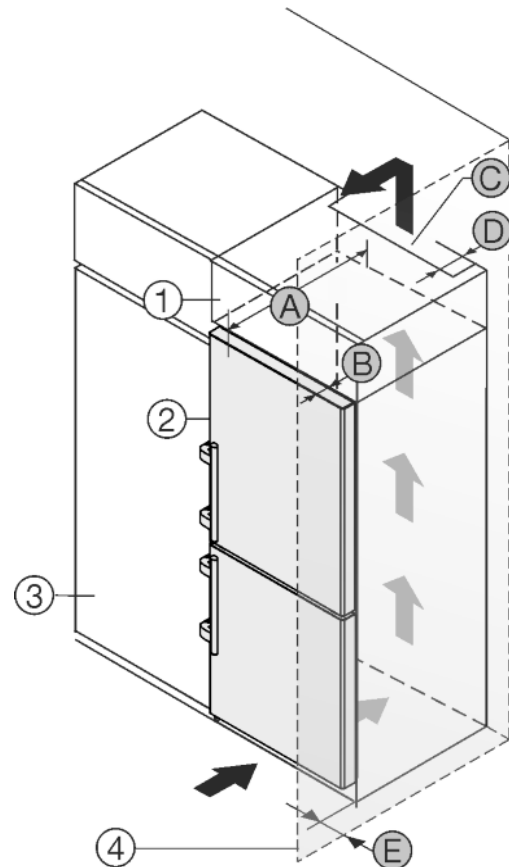

Fig. 13
Das Gerät kann mit Küchenschränken umbaut werden. Um das Gerät Fig. 13 (2) der Küchenzeilenhöhe anzugleichen, kann über dem Gerät ein Aufsatzschrank Fig. 13 (1) angebracht werden.
Das Gerät kann direkt neben dem Küchenschrank Fig. 13 (3) aufgestellt werden. Um die Türen vollständig öffnen zu können, muss das Gerät um die Tiefe Fig. 13 (B) gegenüber der Küchenschrankfront vorstehen. Abhängig von der Tiefe der Küchenschränke und Verwendung von Wandabstandshaltern kann das Gerät weiter herausragen.
- An der Rückseite des Aufsatzschrankes muss ein Abluftschacht mit der Tiefe Fig. 13 (D) über die gesamte Aufsatzschrankbreite vorhanden sein.
- Unter der Raumdecke muss der Entlüftungsquerschnitt Fig. 13 (C) eingehalten werden.
Wenn das Gerät mit den Scharnieren neben einer Wand Fig. 13 (4) aufgestellt wird, muss der Abstand Fig. 13 (E) zwischen Gerät und Wand eingehalten werden. Dies entspricht dem Griffüberstand bei geöffneter Tür.